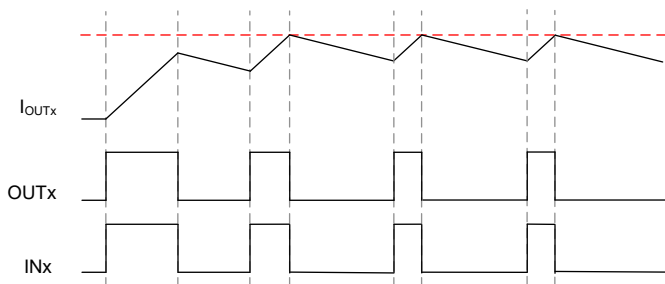
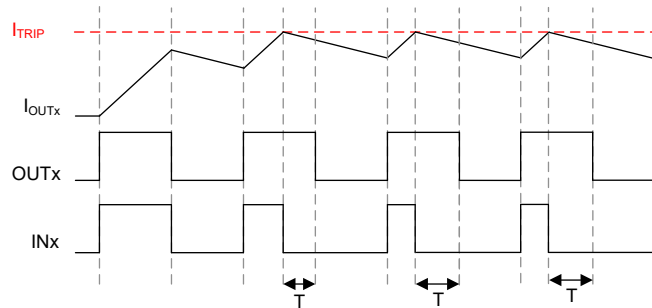

図 6-5. グランドに接続された誘導性負荷、サイクル単位の制御
図 6-6. グランドに接続された誘導性負荷、サイクル単位の制御
- サイクル単位の方式を使用して負荷を制御することもできます。 $INx = 1$ のとき、負荷を流れる電流は増大し、 $INx = 0$ のとき、負荷を流れる電流は減衰します。 INx パルスのデューティサイクルを適切に選択することで、電流を目標値にレギュレートできます。このような各種のシナリオを、図 6-5 と図 6-6 に示します。